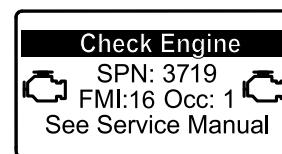

Bild 30
- Wenn eine geparkte Regenerierung erforderlich ist, wird im InfoCenter die Motorwarnung SPN 3719, FMI 16 (Bild 30) angezeigt, und der Computer verringert die Motorleistung auf 85 %.